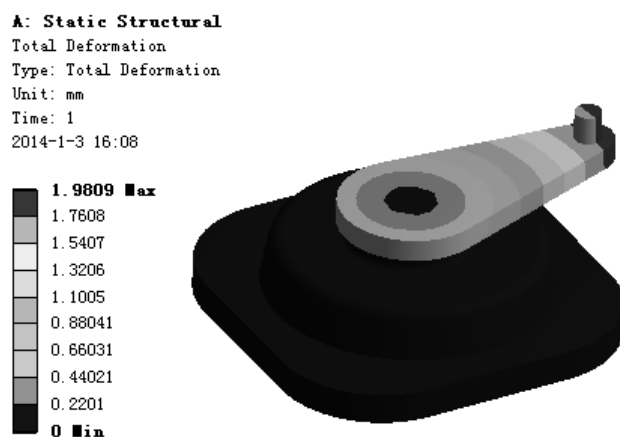

图 7.6.58 位移变形结果图解
(3) 查看位移结果图解。在“Outline”窗口中选中  **Total Deformation**，查看图 7.6.58 所示的位移变形结果，其最大位移为 1.9809 mm。